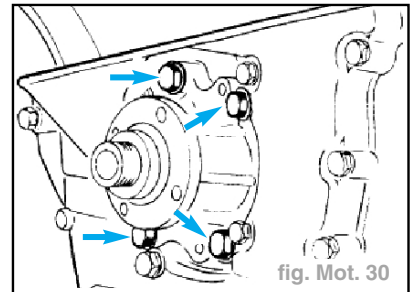

fig. Mot. 30
- les 4 vis de fixation de la pompe à eau. (fig. Mot. 30)